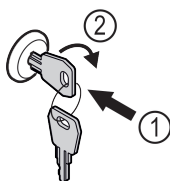

Fig. 91
- ▶ Shtyni çelësin brenda Fig. 91 [1].
- ▶ Rrotulloni çelësin me 90° në drejtimin orar Fig. 91 [2].